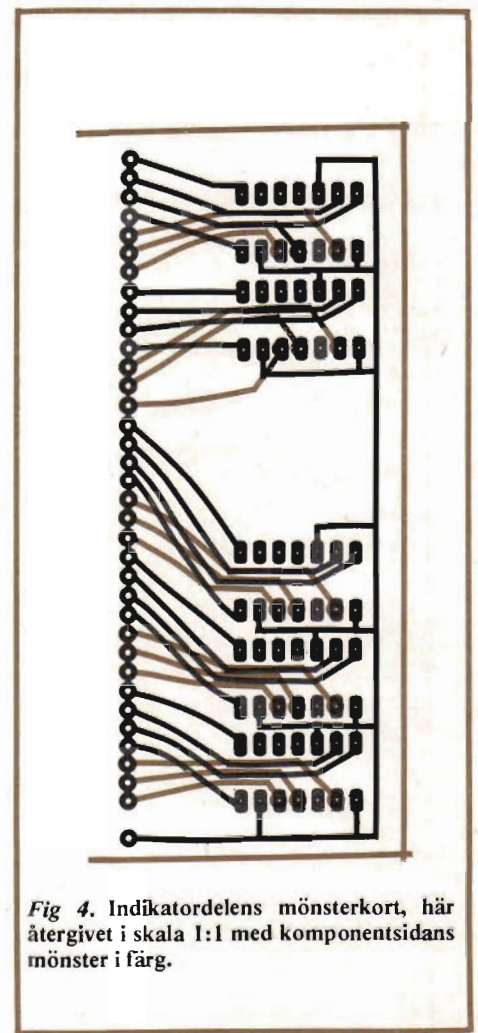

Fig 4. Indikatorordens mönsterkort, här återgivet i skala 1:1 med komponentensidans mönster i färg.
- Avläs svajet på kurvan som visar sambandet svaj/utspänning (se fig 4).
B = en växelspanning som är beroende på summan av de olika slagen av svaj. Värdet på B avläses och överförs till kurvan i fig 4, som ger svajet i procent eller promille. (Den färgade linjen markerar signalens medelvärdesnivå.)